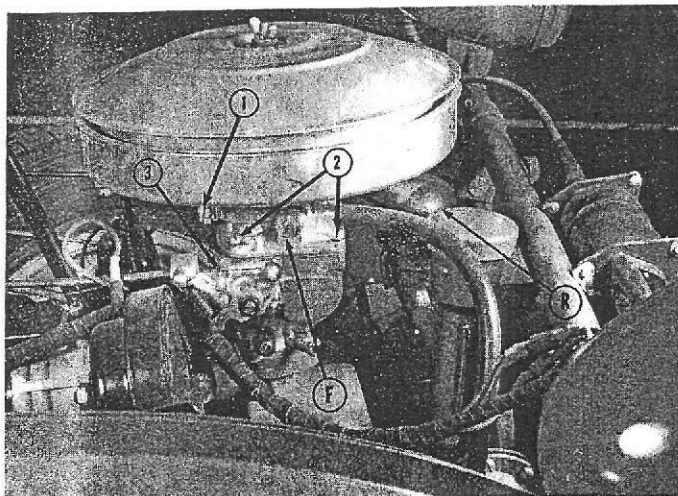

FIG. 9
Carburateur (Fig. 9)
- démontez le couvercle de la cuve du carburateur (4 vis [2, fig. 9] et leurs symétriques de gauche), **faites attention à ne pas abîmer le joint papier;**
À l'entrée du carburateur, à côté du raccord de la canalisation (en F, fig. 9), le filtre est constitué par un cylindre de fine toile métallique. Il peut, à la longue, se charger d'un dépôt blanchâtre qui gêne l'arrivée d'essence. Son nettoyage est très facile.